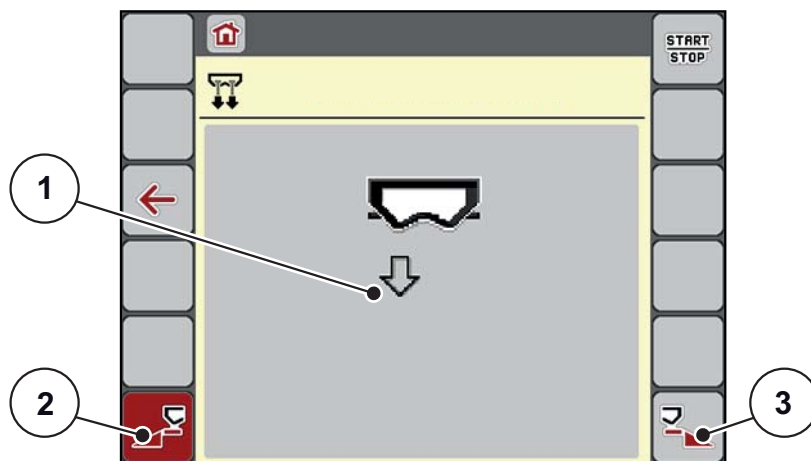

Bild 4.13: Meny Snabbtömning
- ▷ Displayen visar den valda delbredden som symbol (bild 4.13, position [2]).